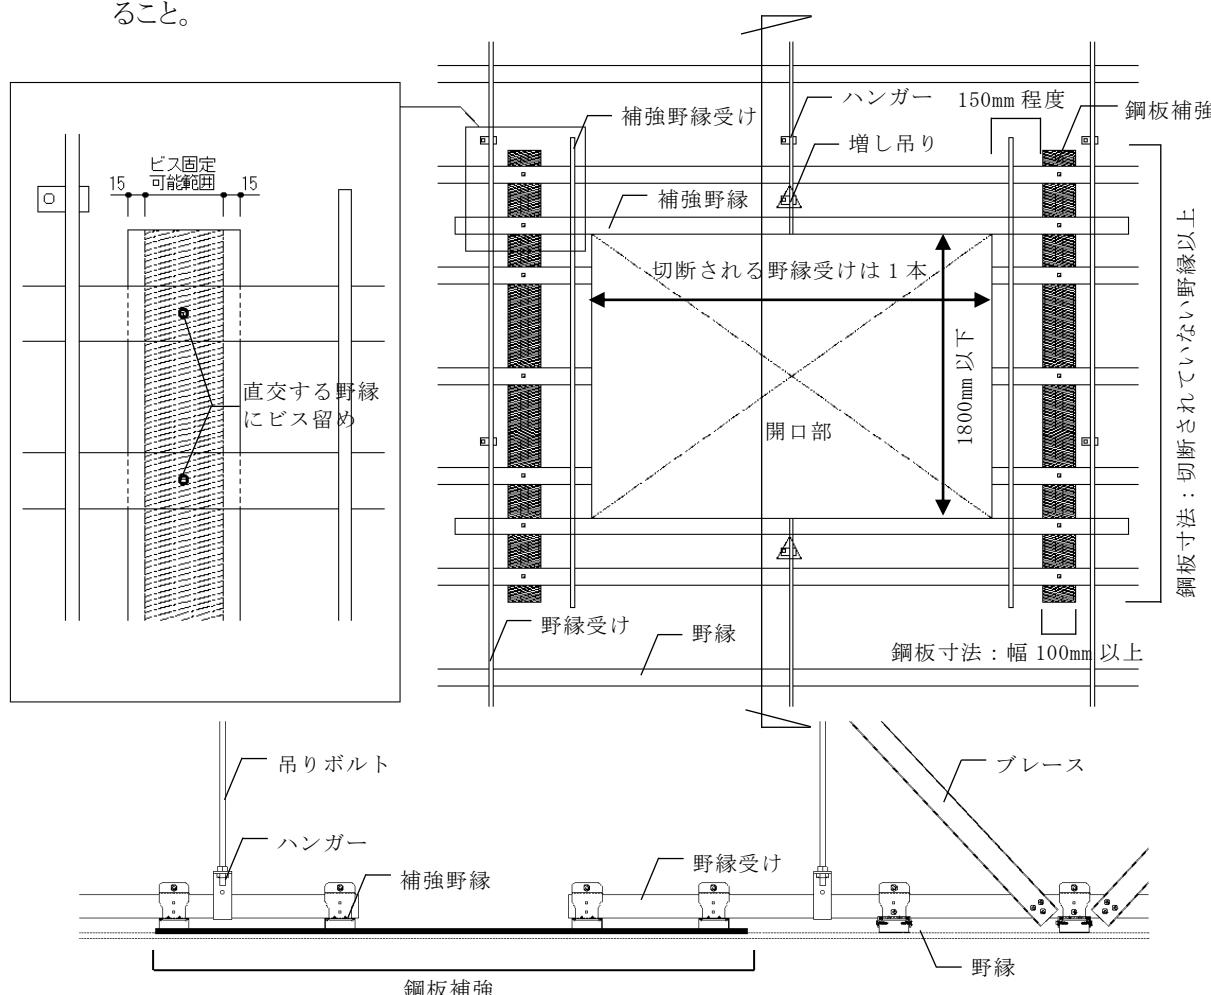

図 2-6-4 (参考例) ブレース材を設置する野縁受けが切断される場合の鋼板補強
d) 切断された野縁受けの通りにプレースの設置がある場合 鋼板補強仕様(図 2-6-4 参照)